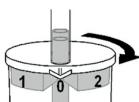

Abb. 2
3. Pentru o aspirație normală, roțiți borcanul până când săgeata de pe capac indică o poziție deschisă ("0") (Fig. 2)